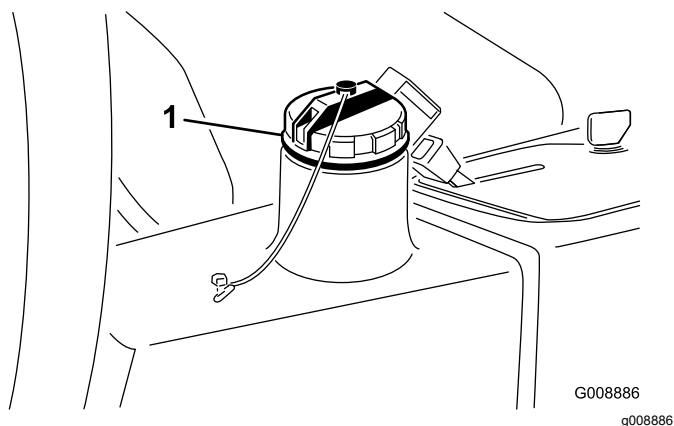

Figura 80
4. Riempite il serbatoio (Figura 80) con circa 13,2 litri di fluido idraulico; fate riferimento a Verifica dell'impianto idraulico \(pagina 26\).